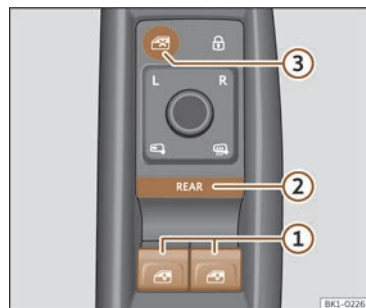

Fig. 80 Détail de la portière du conducteur : commandes des vitres.
- ① Touches des lève-vitres électriques.
- ② Bouton **REAR** pour activer la commande des lève-vitres électriques arrière et l'ouverture et la fermeture de confort.
- ③ Bouton pour désactiver les touches des lève-vitres électriques situées sur les portes arrière.
Par défaut, les lève-vitres électriques des portes avant peuvent être commandés avec les boutons  >>> **fig. 80 ①**.
REAR Appuyez brièvement sur le bouton >>> **fig. 80 ②** pour activer la commande de lève-vitres électriques des portes **arrière**. Lorsque la commande des lève-vitres électriques des portes arrière est activée, la lumière du bouton s'allume. Appuyez à nouveau brièvement sur le bouton **REAR** pour activer la commande des lève-vitres électriques des portes avant. Si après avoir activé la commande des lève-vitres électriques des portes arrière, plus de 10 secondes s'écoulent sans qu'elle soit actionnée, la commande des lève-vitres des portes avant est réactivée.
Actionnez le bouton >>> **fig. 80 ③** pour désactiver les touches des lève-vitres électriques situées sur les portes arrière. Lorsque ces touches sont désactivées, la lumière du bouton s'éteint.